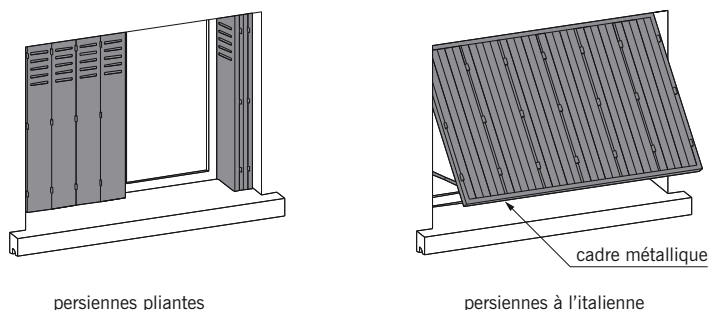

fig. 11.62
■ La **persienne** (fig. 11.62) : ouvrage de fermeture en bois, en métal ou en PVC constitué de plusieurs **lames** (parties mobiles de faible largeur), reliées entre elles par des paumelles. Les **persiennes pliantes** (ou repliables) se rabattent les unes sur les autres de chaque côté de la baie.